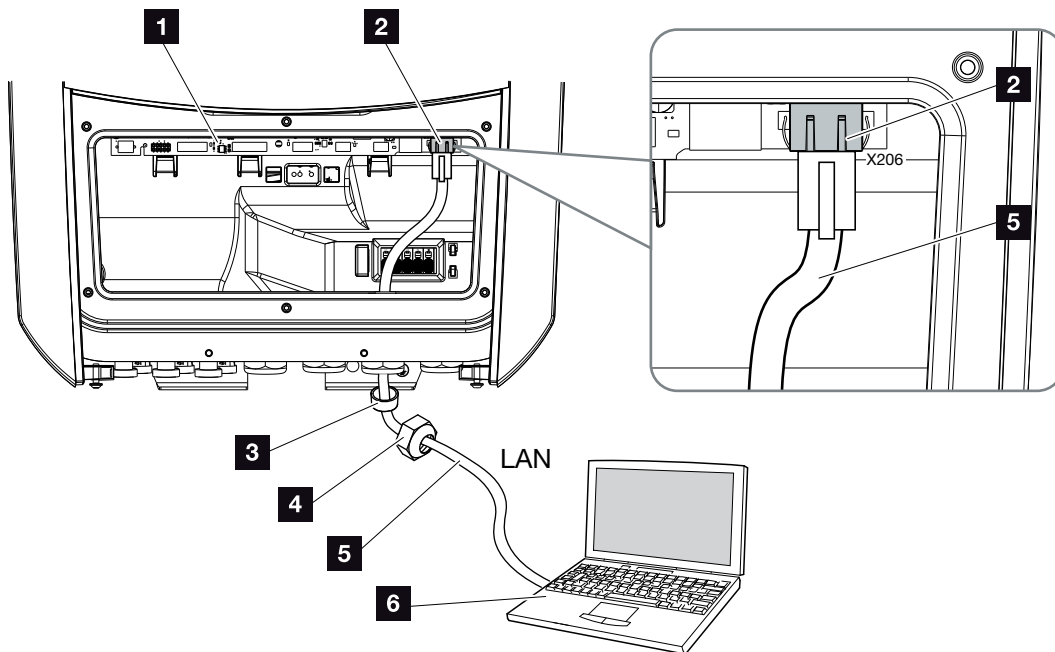

Fig. 34 : Connexion de l'onduleur et de l'ordinateur au moyen d'un câble Ethernet
3. Raccorder le câble Ethernet à l'interface LAN de la carte de communication SCB (Smart Communication Board). **Fig. 34 pos. 2**